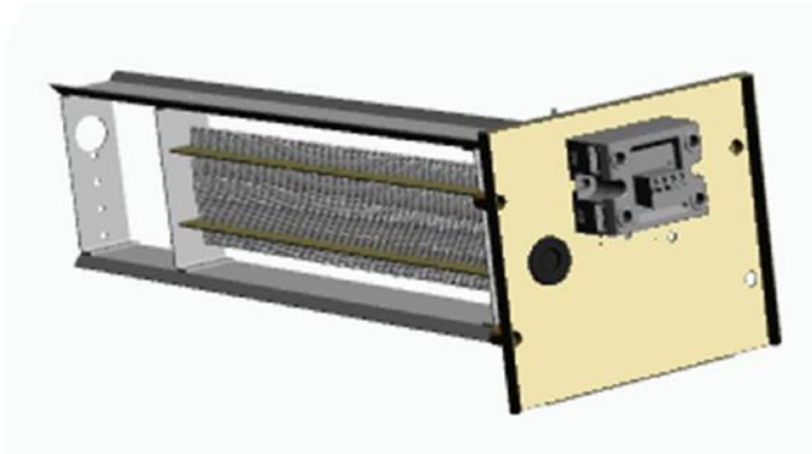

Fig. 17
- Nagrzewnice elektryczne są dostarczone ze złączem do gotowego podłączenia (fig. 17).